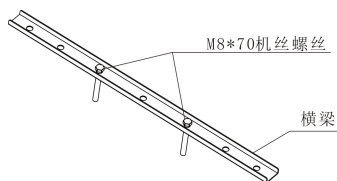

图3
3. 在钣金横梁上锁紧 M8*70 机丝螺丝，然后放入直径 190mm 的安装孔内，如图 3、4；